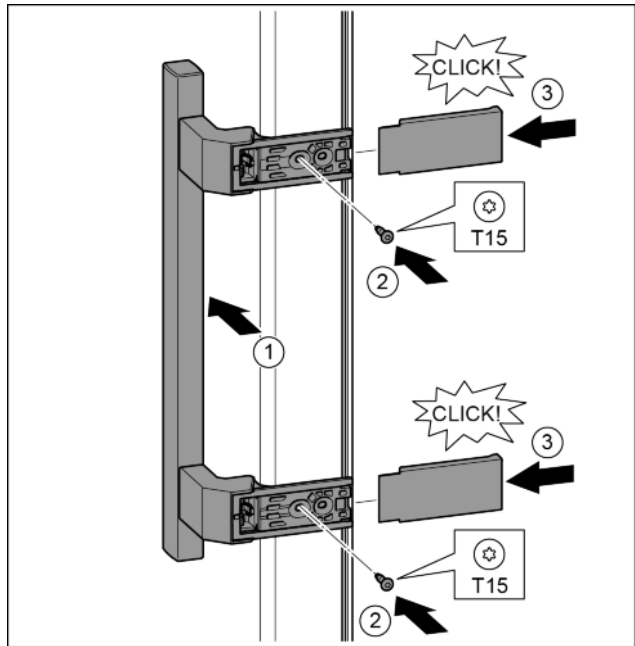

Fig. 17
- ▶ Поставете дръжката от другата страна. Fig. 17 (1)
- ▶ С отвертка T15 затегнете винтовете. Fig. 17 (2)
- ▶ Поставете отстрани капците и ги нахлузете. Fig. 17 (3)